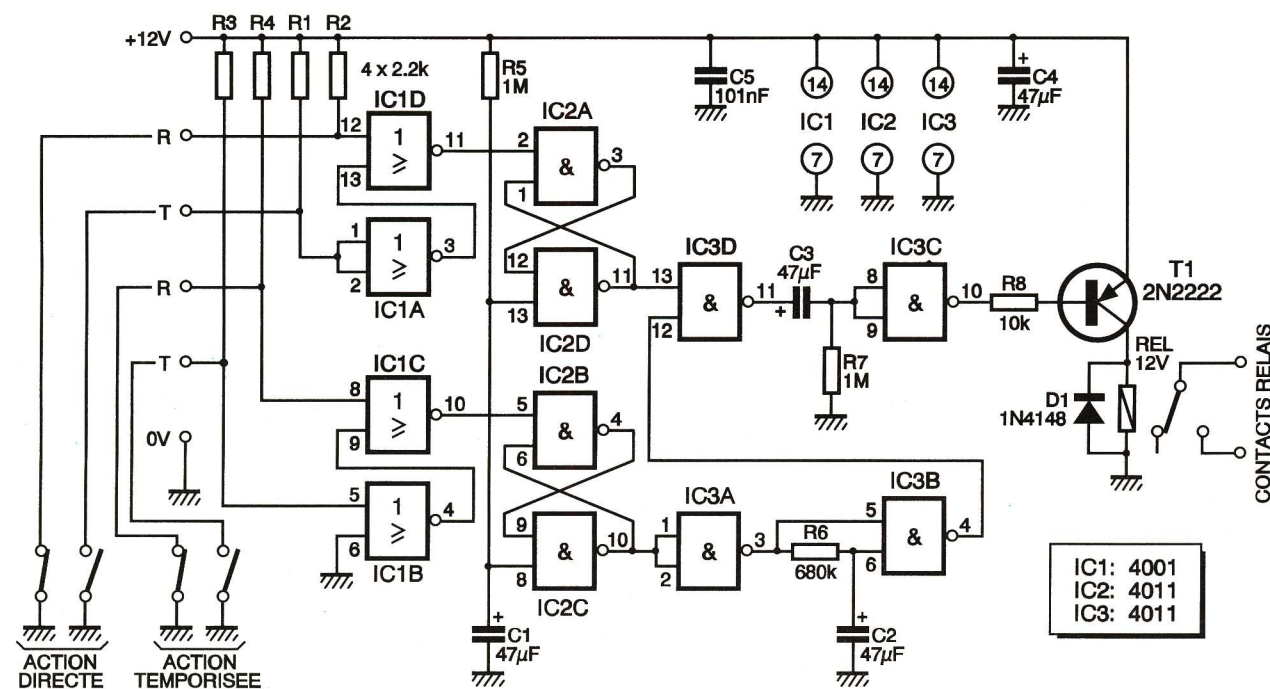

Fig 1
Il est présenté en figure 1. R_1 , R_2 , R_3 et R_4 sont quatre résistances de rappel. Sans effraction, R_1 et R_3 fixent à 1 les entrées des portes qui leur sont associées. Cet état est inversé par ces portes. En revanche, R_2 et R_4 sont portées à la masse par les contacts (R). Les entrées des portes NOR qui leur sont associées sont alors à l'état